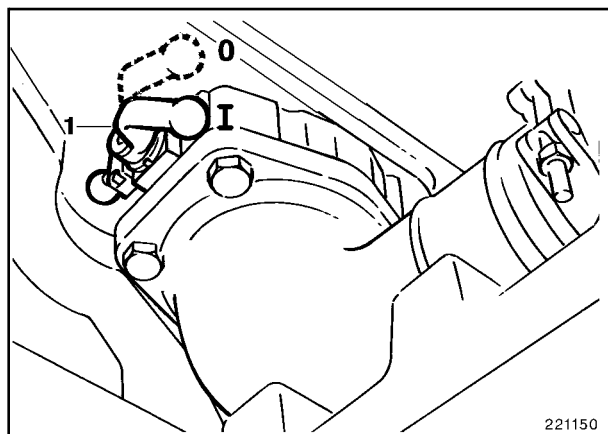

Fig. 15
- Abrir la tapa de cierre del depósito. Poner la palanca (1, Fig. 15) para fin en la posición I.